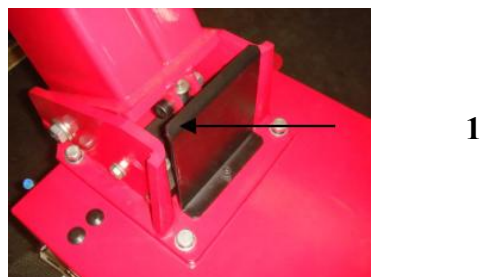

図 12
3.2.4.4 柱保護カバーの取り付け:保護カバー(図 12-1)を柱の上部ブロックに配置します。図 12 の通り、穴を揃えて取り付けます。